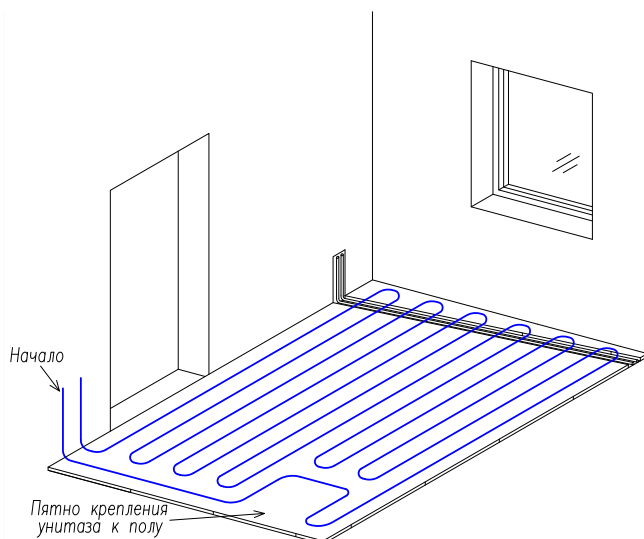
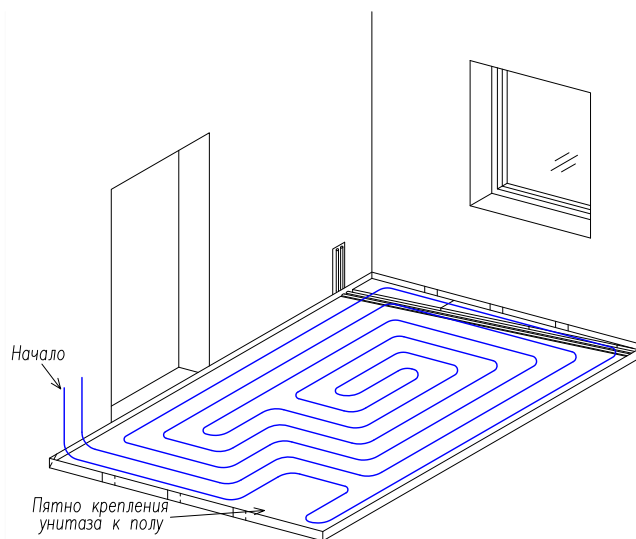

Рисунок 6. Укладка контура змейкой.
Рисунок 7. Укладка контура спиралью.
2. Труба контура укладывается одним из известных способов: змейкой (рисунок 6) или спиралью (рисунок 7).